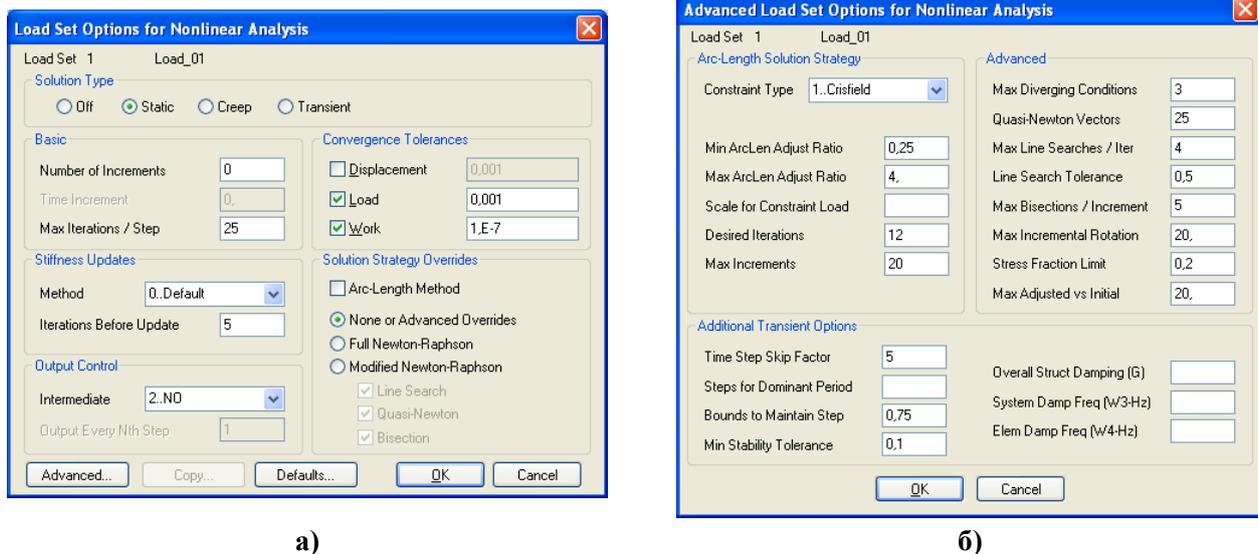

Рис.6.11. Диалоговые панели задания опций и параметров нелинейного анализа:
Командой **Model→Load→Nonlinear Analysis...** вызывается диалоговая панель „Load Set Options for Nonlinear Analysis” (см. рис.6.11-а). На ней кнопкой „Default” сначала устанавливаются типичные значения. Кнопкой „Copy...” можно из набора нагрузок, где назначения уже сделаны, скопировать данные для текущего набора.
Кнопкой „**Advanced...**” вызывается диалоговая панель „**Advanced Load Set Options for Nonlinear Analysis**” (см. рис.6.11-б) для назначения дополнительных параметров, что корректируют (здесь не рассматриваем). Обычно это требует значительного опыта пользователя.
**Примечание 6.8.** После проведения такого расчета часто возникает желание получить более подробную информацию о поведении тела после потери устойчивости. Ее можно получить, если провести расчет тела в варианте *нелинейного* статического анализа (см. Раздел 6.3.2) с нагрузкой, которая *немного* превышает критическую. Материал можно задать как линейно-упругий, нелинейно-упругий или упруго-пластичный. При этом довольно часто необходимо дополнительно ввести хотя бы незначительную возмущающую силу, или незначительный дефект геометрии тела, чтобы вызвать потерю устойчивости тела (обычно при нескольких низших уровнях нагрузки, чем в идеальных условиях, т.е. будет смоделирована более реалистичная ситуация). Это нужно делать тогда, когда нелинейный анализ не выявил потерю устойчивости конструкции. Если предполагается, что геометрия тела в процессе нелинейного статического анализа может резко измениться (например, в задаче об „процелкивании”, являющейся разновидностью задач о потере устойчивости тела, см. Раздел Д5.2.7 Приложения 5), то в секции „Stiffness Updates” (см. рис.6.11-а) необходимо выбрать метод **2..ITER** и в поле „Iteration Before Update” ввести число **1**, т.е. потребовать обновления матрицы жесткости CAU после каждой итерации. Результаты нелинейного статического анализа целесообразно просматривать в виде кривых зависимости выбранной функции (перемещения, напряжения, ...) в узле (или КЭ) от внутреннего параметра **Time** (траектория перемещений узла, история изменения напряжений в узле, ...).